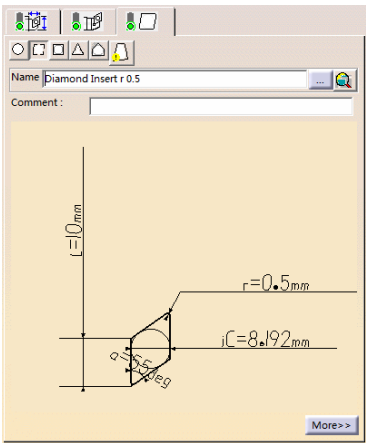

图 7-32 刀片选项卡 (2)
- 单击刀具参数选项卡中的 , 切换到刀片选项卡 (2), 设置刀片类型以及刀片参数, 如图 7-32 所示。